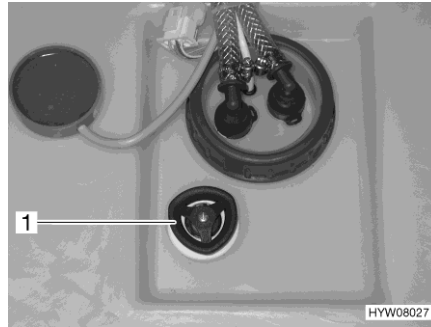

Fig. 135 Réservoir d'eau avec poignée tournante
- Faire tourner la poignée tournante (Fig. 135,1) du réservoir d'eau à fond dans le sens inverse des aiguilles d'une montre au-delà de la résistance pour ouvrir entièrement l'ouverture d'écoulement.